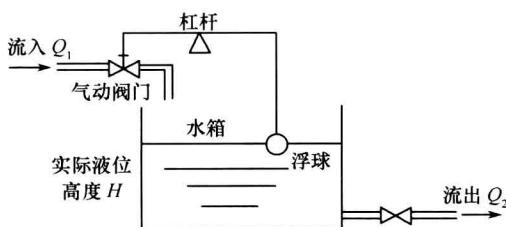

图 1-8
【1-23】(杭州电子科技大学 2008 年考研试题) 图 1-8 是一个自动液位控制系统。在任意情况下希望液面高度维持在 H_0 不变。(1) 指出该自动液位控制系统的控制对象、控制器、执行器、测量元件、被控量和干扰量; (2) 画出系统的功能框图。